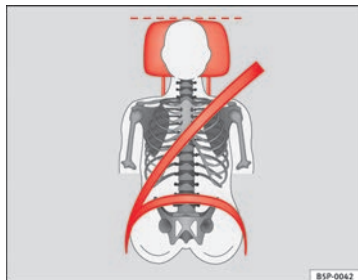
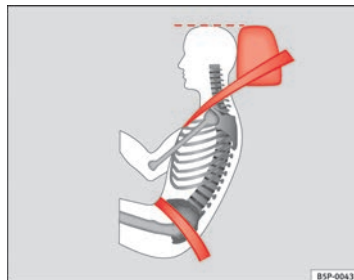

Abb. 69 Von vorne betrachtet: richtig eingestellte Kopfstütze und korrekter Gurtbandverlauf
Abb. 70 Von der Seite betrachtet: richtig eingestellte Kopfstütze und korrekter Gurtbandverlauf
- Die Kopfstützen so einstellen, dass sich die Oberkante der Kopfstütze möglichst auf einer Linie mit dem oberen Teil Ihres Kopfes, aber mindestens auf Augenhöhe befindet ⇒ Abb. 69 und ⇒ Abb. 70.